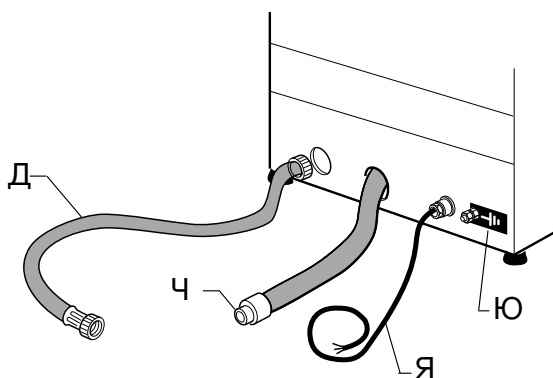

Fig. 6
3.1 Установка (рис. 6).
3.1.a Подключение сливного шланга (рис. 6)
3.1.b Подключение воды (рис. 6)